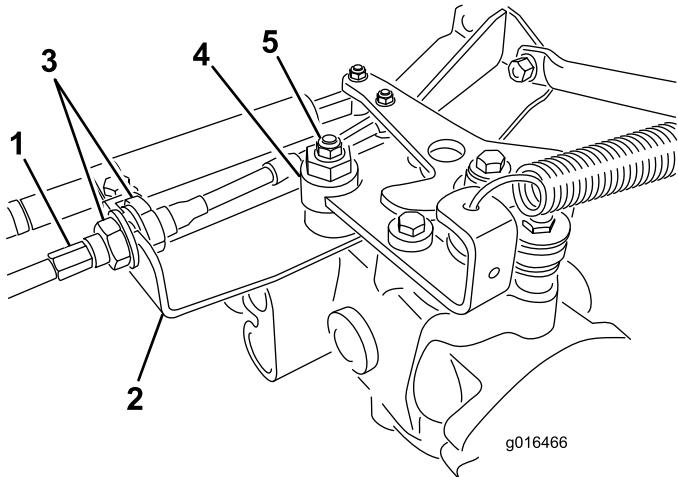

Figura 43
- A. Liberte as porcas que fixam o cabo de tracção ao anteparo do hidróstato (Figura 43). Certifique-se de que as porcas se encontram soltas de forma idêntica, de modo a permitir a operação de ajuste.
- B. Liberte a porca que fixa o disco excêntrico ao cimo do hidróstato (Figura 43).
deixar de rodar, aperte a porca, bloqueando deste modo o disco excêntrico e fixando a posição de ajuste (Figura 43). Verifique se o ajuste é o adequado colocando o regulador nas posições SLOW e FAST.
- E. Aperte uniformemente as porcas que se encontram em cada um dos lados do anteparo, fixando deste modo o cabo de tracção ao anteparo (Figura 43). Não rode o cabo.